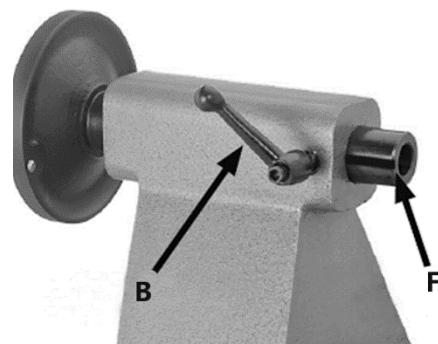

Рисунок 10.
*Во время операции точения, пиноль задней бабки должна быть зафиксирована. Перед тем как затянуть рукоятку фиксации B положения пиноли, необходимо выровнять ее положение относительно паза F (рис. 10).*